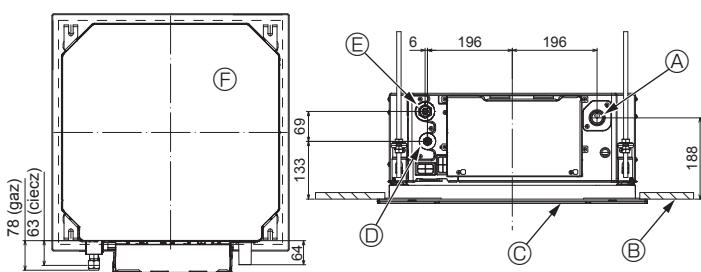

Rys. 2-6
- Jeśli urządzenia głównego nie można dopasować do otworu montażowego w suficie, można je wyregulować dzięki szczeelinie znajdującej się na płycie montażowej. (Rys. 2-6).